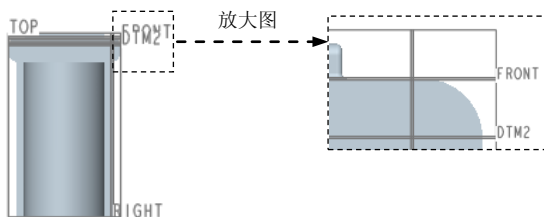

图 9.3 创建 DTM2 基准平面
Step4. 通过偏距平面的方法创建一个基准平面 DTM2，如图 9.3 所示。
(1) 单击 **模型** 功能选项卡 **基准** 区域中的“创建基准平面”按钮
(2) 选取 **FRONT** 基准平面为参考平面，然后输入偏距的距离值 0.5（即 DTM2 平面在 FRONT 平面的下方），单击 **确定** 按钮。